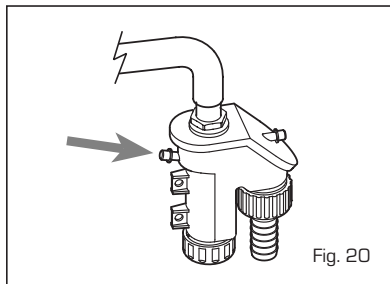

Fig. 20
4.5 MANTENIMIENTO (fig. 20)
esté lleno de agua (verificación necesaria especialmente cuando hace mucho tiempo que no se utiliza el generador). El eventual llenado se efectúa con la boca correspondiente (fig. 20).